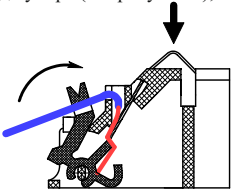

Рисунок 2
- ввести в канал провод и зафиксировать его, поджав кнопку-зажим до упора (см. рисунок 2);
- проверить надежность соединения для чего необходимо надавить на изгиб контакта, имитируя нажим датчиком (см. рисунок 2) и потянуть провод на себя;
- завести провод в паз, расположенный на кнопке-зажиме (см. рисунок 2).